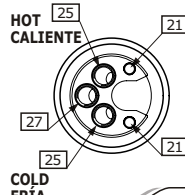

FIG. 1a
The following parts are in the mounting assembly set inside box (fig. 1a 21,22,23,24).
- ➔ Connect flexible hose (25) and hose with long ending (27) into proper holes (see bottom view at fig. 1a). Screw stud bolts (21) into small holes.
Las piezas siguientes están dentro de la caja del completo de montaje (fig. 1a 21,22,23,24).
- ➔ Conecte la manguera flexible (25) y la manguera con terminación alargada (27) dentro de los agujeros apropiados (vea vista inferior de la fig. 1a). Entornillar el tornillo (21) en los agujeros pequeños.